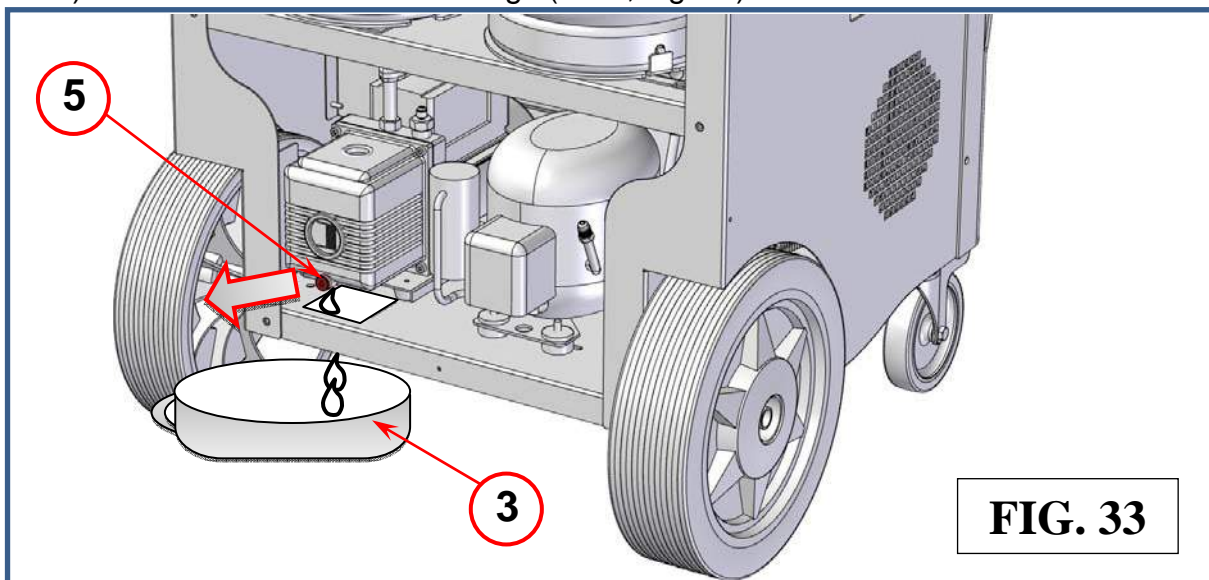

FIG. 33
5) Dévisser le bouchon de vidange (réf. 5, Fig. 33).
6) Faire couler toute l'huile dans le récipient de récupération (réf. 3 Fig. 33) (hauteur < 10 cm).